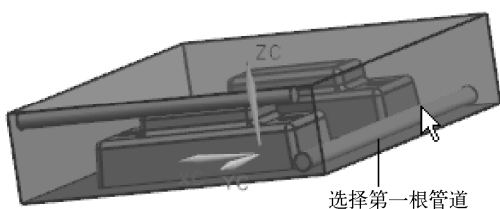

图 9-37 选择第一根管道
(3) 在对话框中确认【第一个通道】选项组处于激活状态, 然后在图形窗口中选择待连接的第一根管道, 如图 9-37 所示。